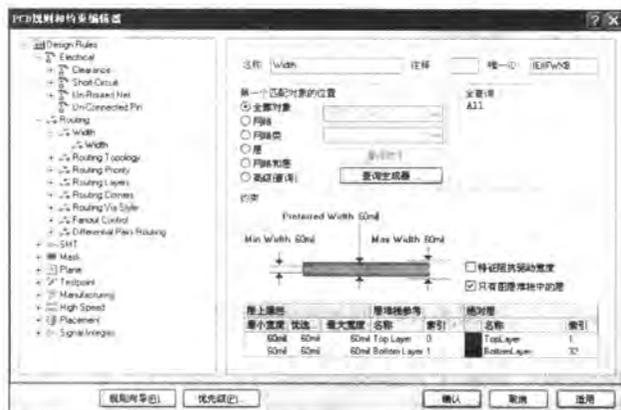

图 8-115 设置导线宽度
- [3] 单击下级的“Width”规则，打开相应的窗口，设置该规则的约束特性和范围。其中，【**优选尺寸**】、【**最小宽度**】、【**最大宽度**】均设置为“60mil”，适用范围为【**全部对象**】，即将该规则应用到整个 PCB，如图 8-115 所示。